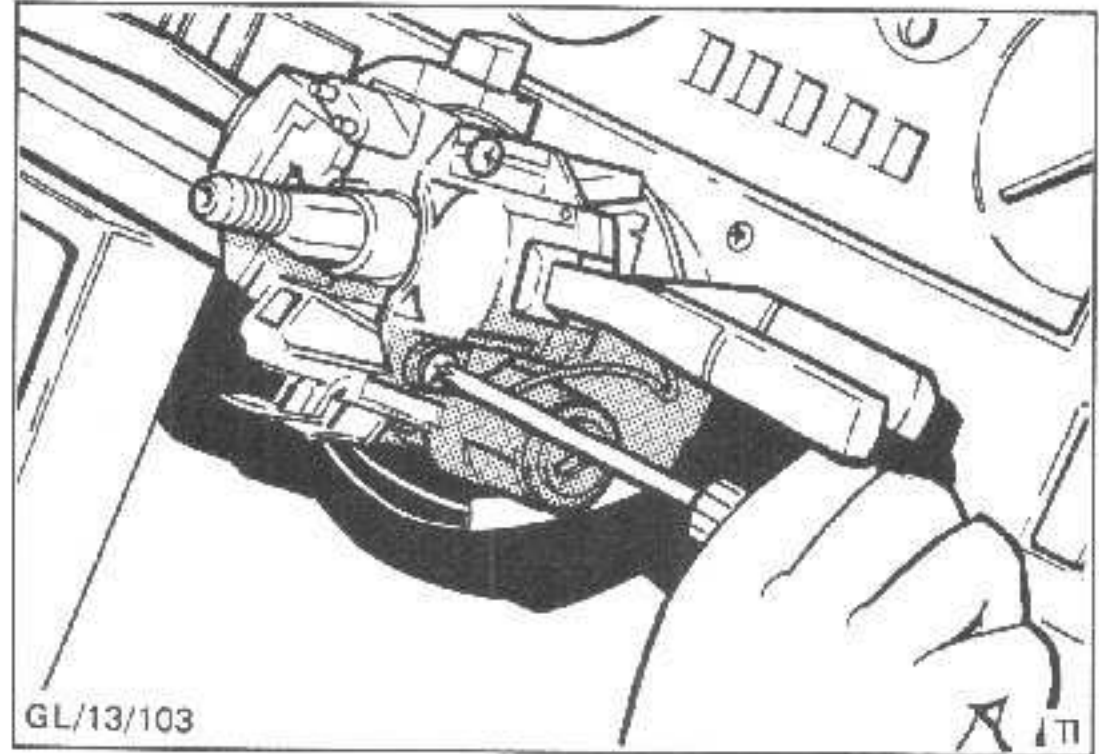

Abb.79 Licht- und Wischerschalter an Lenksäule anbringen
21. Unterer zweiteiliges Lager an der Lenkspindel hochschieben, bis es in der Lenksäule sitzt, dann durch Verstemmen des Randes der Lenksäule an drei Stellen das Lager sichern, Abb.79.
27. Mehrfachstecker an Blinker-, Licht- und Scheibenwischerschalter an Lenksäule montieren, Abb.79. Mehrfachstecker und Kabelstrangband anbauen.